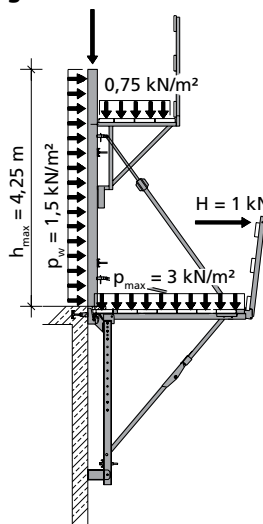

Fig. 23.3
■ Échafaudage de service avec coffrage étayé sur la plate-forme (fig. 23.3)